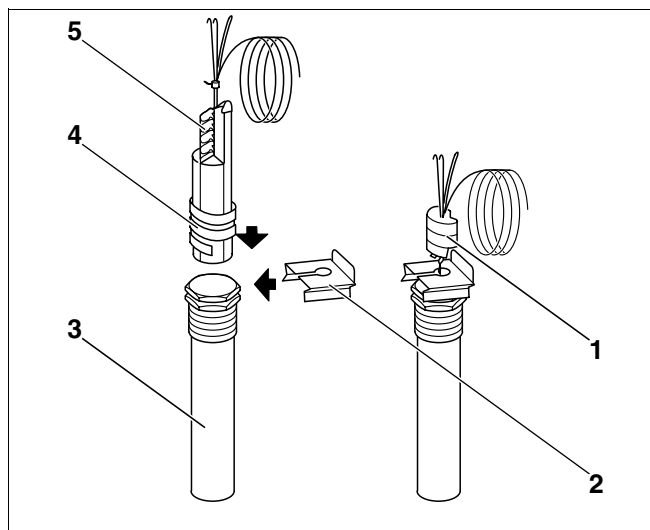

Fig. 26 Teaca de imersie și senzor pentru regulatorul de temperatură
- Spirala din plastic (Fig. 26, **Poz. 4**) – care folosește la menținerea senzorului – se retrage la introducerea în mod automat (Fig. 26, **Poz. 1**). Pentru a se garanta legătura (Fig. 26, **Poz. 3**) între teaca de imersie și suprafața senzorială și pentru a se asigura o transmitere optimă a temperaturii (Fig. 26, **Poz. 5**) pana de stabilizare trebuie să fie introdusă între senzori (Fig. 26).
- Apăsăți siguranța senzorului (Fig. 26, **Poz. 2**) din lateral sau de sus pe capul tecii de imersie.